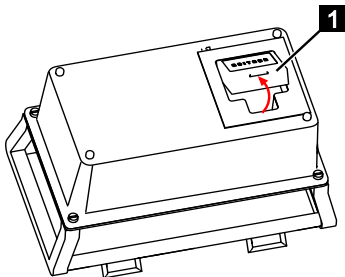

Fig. 216
2. Enlever la pile vide (Fig.216/1) au dos de la commande radio.